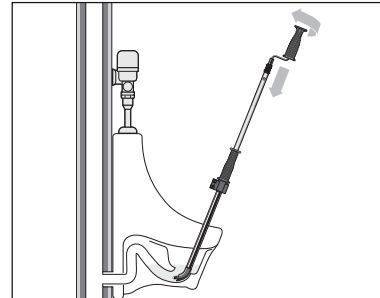

Figura 5 – Funcionamiento de la barrena
6. Haga girar el cable en sentido FORWARD (hacia la derecha) y al mismo tiempo empuje la manilla de la manivela o el taladro hacia el tubo guía para hacer avanzar el cable dentro del desagüe (*Figura 5*). Para maniobrar a través de trampas y curvas estrechas en el desagüe: